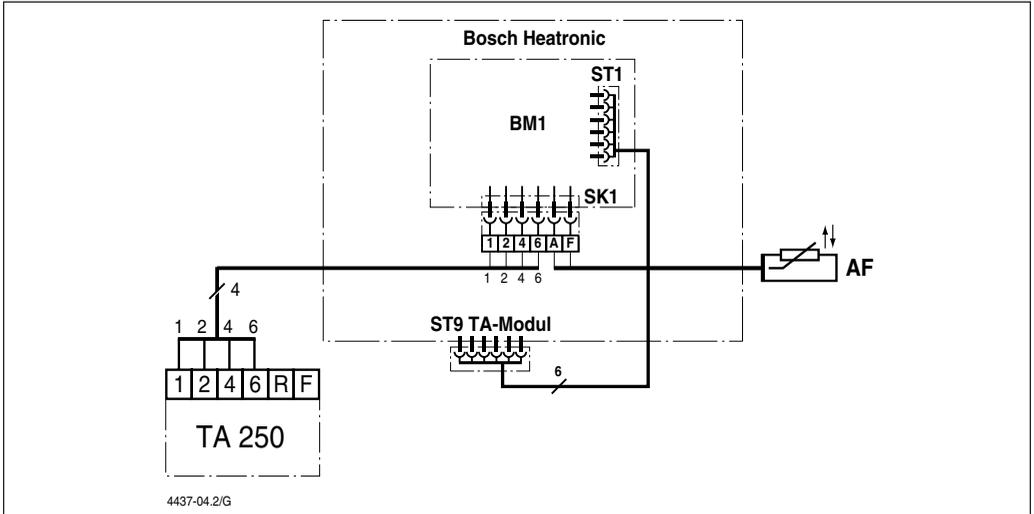

Bild 21
- ▶ TA 250 oder Busverbindung anschließen (→ Bild 21, Seite 17).